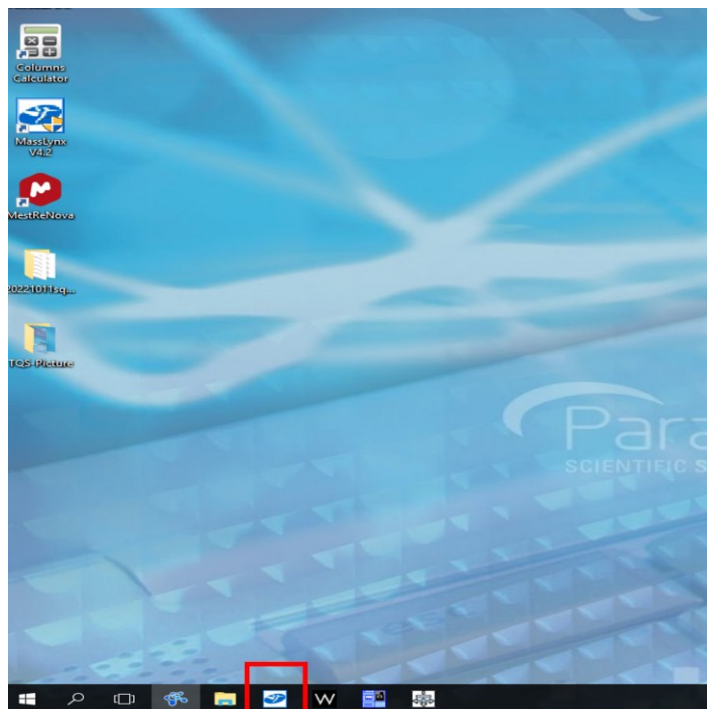
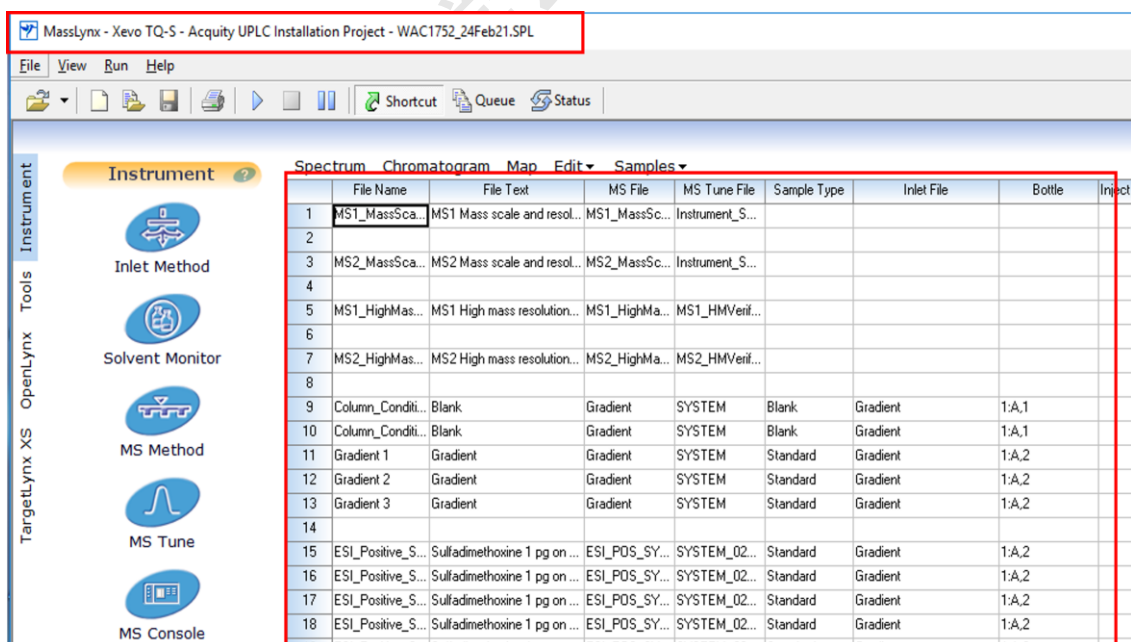

图 6-4
图6-5
Step 1. 点击仪器任务栏最小化的Masslynx图标（图6-4），默认显示为上一次仪器实验的测试序列(图6-5)。